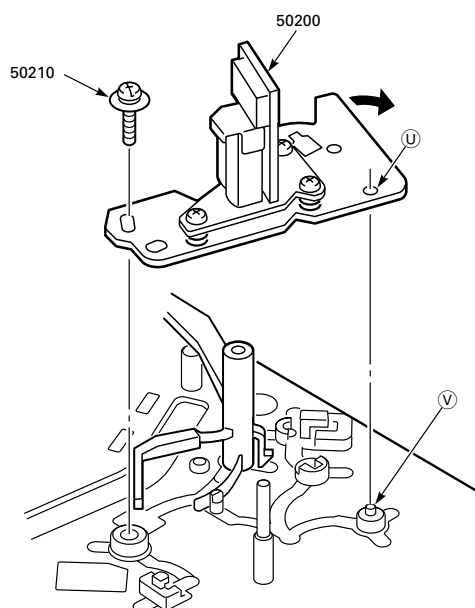

Fig. 8.36
- Schraube (Pos. 50210) lösen und A/W-Kopfeinheit (50200) gemäß Fig. 8.36 in Pfeilrichtung drücken und nach oben abnehmen.